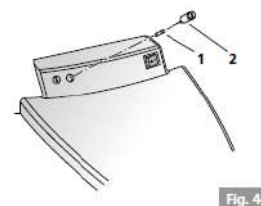

Fig. 44
- Deșurubați suportul siguranței 2 (Fig. 44);
- Extrageți siguranța 1 (Fig. 44);